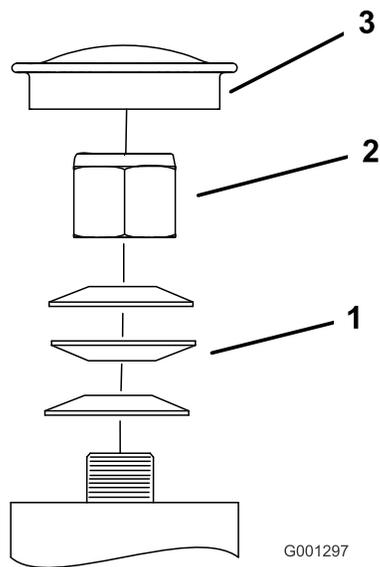

Figura 58
3. Retire el tapón anti-polvo de la rueda giratoria y apriete la contratuerca (Figura 58).
4. Apriete la contratuerca hasta que las arandelas de muelle estén planas, luego afloje la contratuerca 1/4 de vuelta para establecer la pre-carga correcta de los cojinetes (Figura 58).
Importante: Asegúrese de que las arandelas de muelle están correctamente instaladas, según muestra Figura 58.
5. Coloque el tapón anti-polvo (Figura 58).